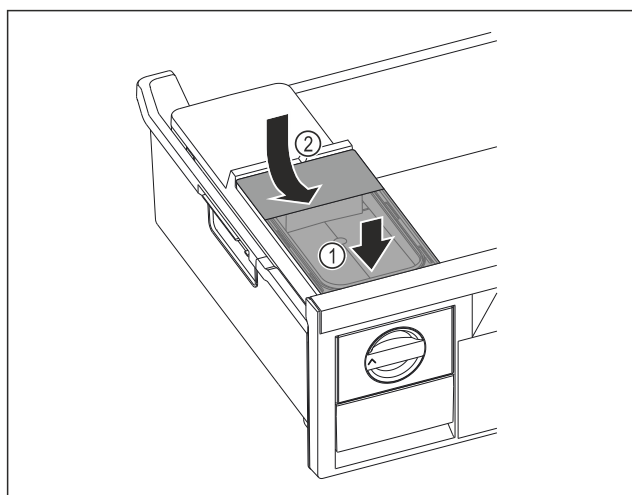

Fig. 92
- ▶ Colocar el depósito de agua por delante. Fig. 92 (1)
- ▶ Bajar el depósito de agua por detrás. Fig. 92 (2)